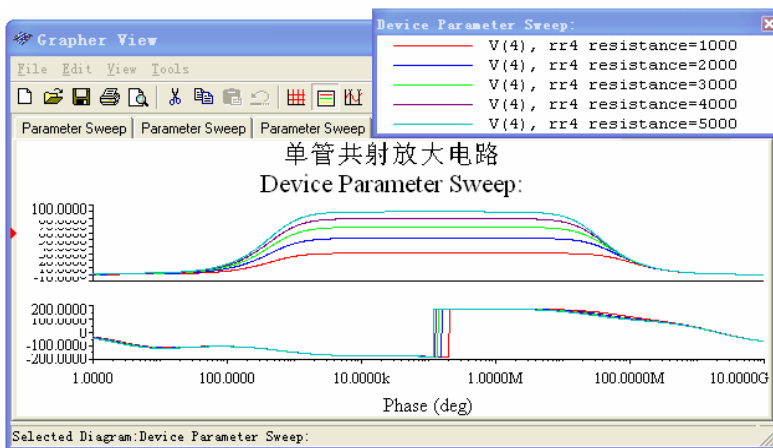
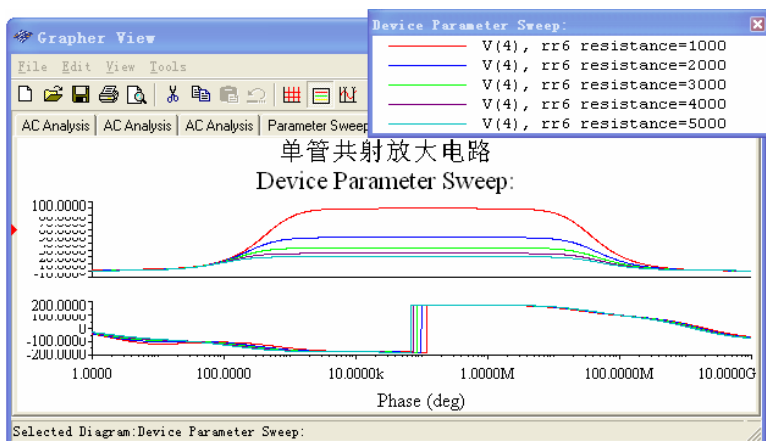
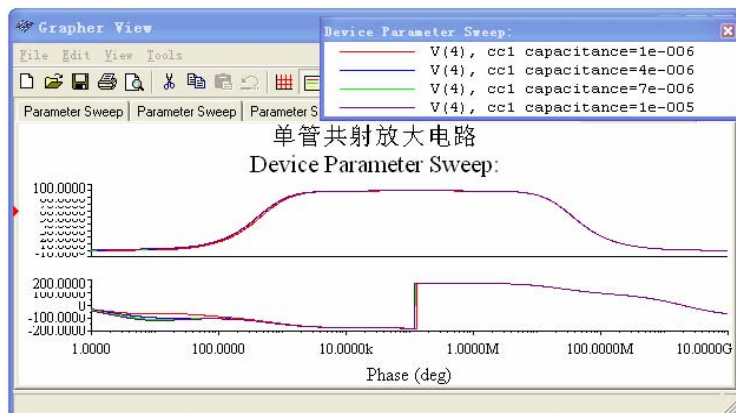
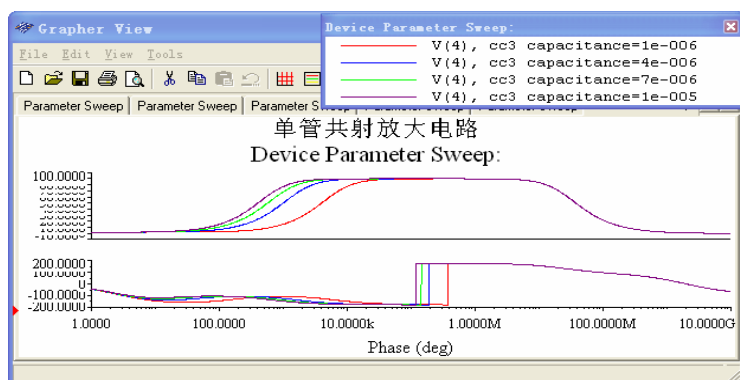

图 14-15 R4 从 $1k\Omega$ 扫描至 $5k\Omega$ 时的频响特性
图 14-16 R6 从 1k Ω 扫描至 5k Ω 时的频响特性
图 14-17 C1 从 1 μ F 扫描至 10 μ F 时的频响特性
图 14-18 C3 从 1 μ F 扫描至 10 μ F 时的频响特性
3) 利用参数扫描分析 (Parameter Sweep) 进一步研究负载电阻、发射极电阻、耦合电容和旁路电容等元件参数的变化对电路放大倍数和通频带等指标的影响。图 14-15~图 14-18 分别显示了扫描元件是 R4、R6、R 和 C，扫描类型为交流分析时，结点 4 的参数扫描分析结果。其中，图 14-15 是负载电阻 R4 从 $1k\Omega$ 扫描至 $5k\Omega$ 时，电路频率响应特性的变化情况。可见，负载电阻越大，放大倍数越大，空载时放大倍数最大。图 14-16 是发射极电阻 R6 从 $1k\Omega$ 扫描至 $5k\Omega$ 时，电路频率响应特性的变化情况。可见，发射极电阻越大，放大倍数越小，通频带越宽，这与发射极电阻的负反馈作用结果是一致的。图 14-17 是耦合电容 C1 从 $1\mu F$ 扫描至 $10\mu F$ 时，电路频率响应特性的变化情况。图 14-18 是旁路电容 C3 从 $1\mu F$ 扫描至 $10\mu F$ 时，电路频率响应特性的变化情况。可见，C1 的变化对电路通频带的影响不大，而 C3 的变化对电路通频带的影响明显，下限截止频率随 C3 的增加而减小，通频带随之展宽。这是因为 C3 两端电路的等效电阻比 C1 两端电路的等效电阻小，所以相同的电容变化在 C3 回路引起的时间常数变化就大，相应的下限截止频率的变化也大。